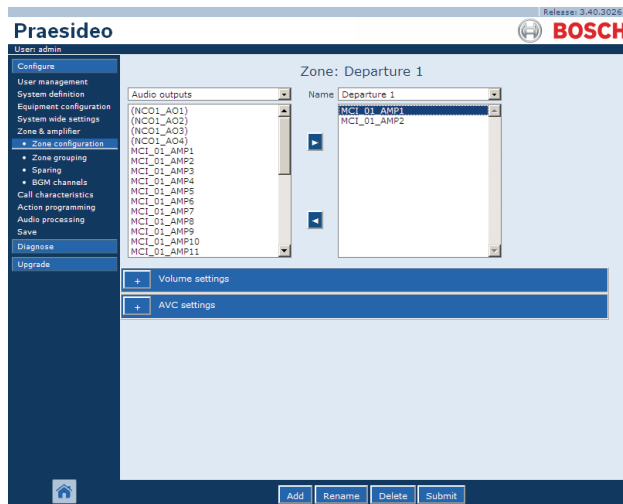

Abb. 45.7: Zone löschen, Schritt 1
- 1 Rufen Sie *Configure > Zone & Amplifier > Zone configuration* auf. Im Hauptframe der webbasierten Benutzeroberfläche wird ein Bildschirm angezeigt, der dem in Abb. 45.7 ähnelt.